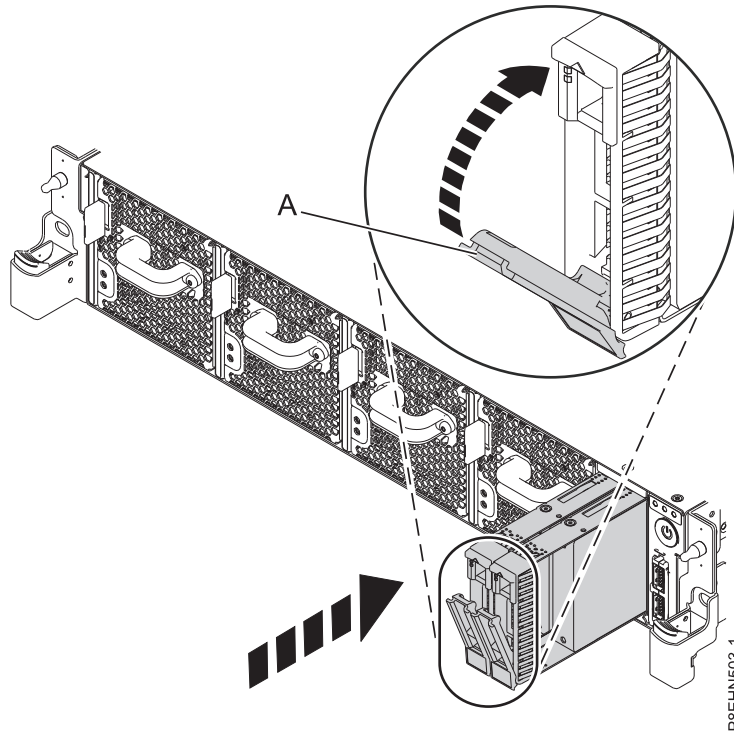

図 23. ディスク・ドライブのロックの詳細
6. ハンドル・リリースを押し入れて、ドライブ・ベイ・ハンドル (A) をロックします。 21 ページの図 23を参照してください。